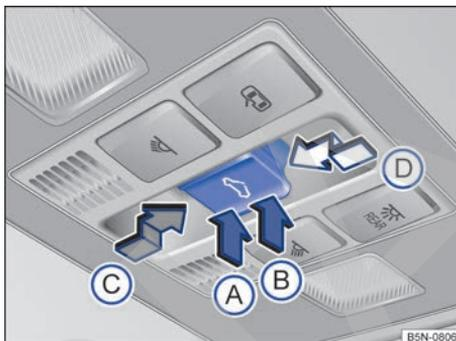

Fig. 64 En el revestimiento interior del techo: tecla del techo de cristal.
La tecla → fig. 64 tiene dos niveles. En el primer nivel, el techo se puede abrir, cerrar o situar en la posición deflectora total o parcialmente.
- *Ajustar la posición deflectora:* pulse la parte trasera → fig. 64 (B) de la tecla hasta el primer nivel. Función automática: pulse brevemente la parte trasera (B) de la tecla hasta el segundo nivel.
- *Cerrar el techo de cristal situado en la posición deflectora:* pulse la parte delantera (A) de la tecla hasta el primer nivel. Función automática: pulse brevemente la parte delantera (A) de la tecla hasta el segundo nivel.
- *Detener la función automática al ajustar la posición deflectora del techo o al cerrar el techo:* pulse de nuevo la parte delantera (A) o la parte trasera (B) de la tecla.
- *Techo de cristal*: antes de que transcurran aprox. 5 segundos desde la activación de la función antiaprisionamiento, presione la tecla  → fig. 64 hasta el segundo nivel en el sentido de la flecha ⓘ hasta que el techo se cierre completamente.